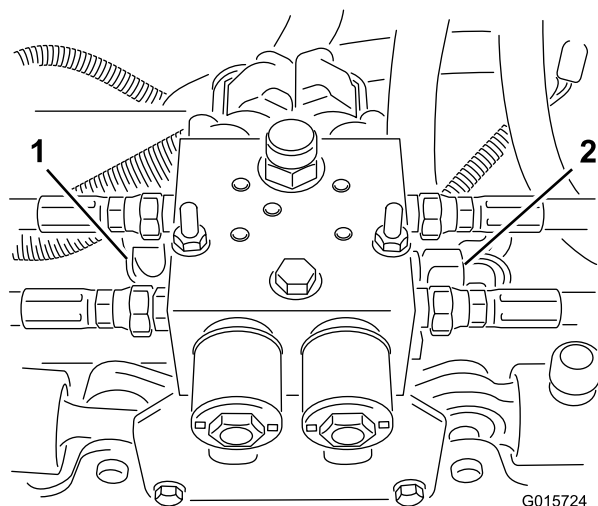

Figura 6
Nota: Desaperte os 2 conectores hidráulicos do lado direito e porta de medição (Figura 6).
13. Retire o bloco hidráulico do suporte de montagem removendo 2 parafusos e 2 porcas de bloqueio (Figura 6).